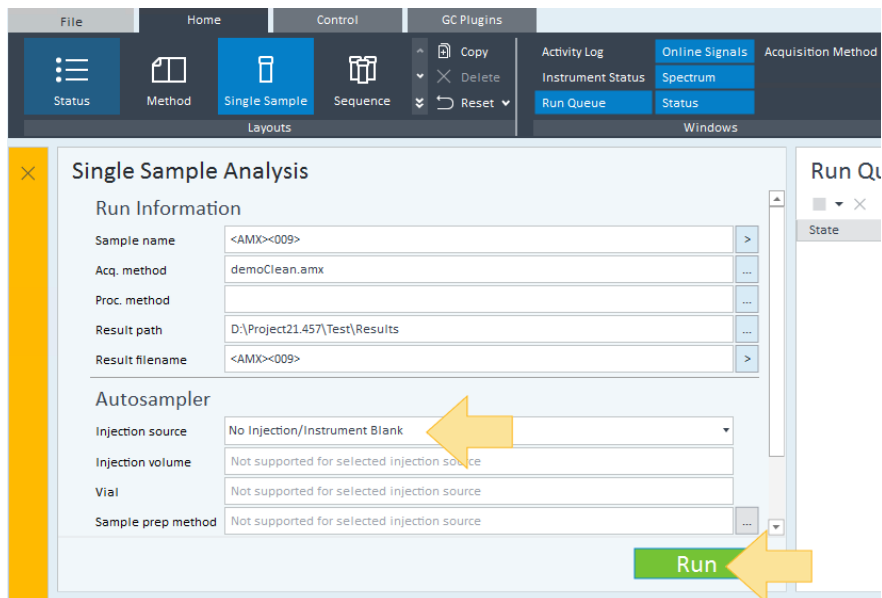

Рис. 30. Окно «Единичная проба»
- 8 В качестве **Источника ввода** выберите **Нет ввода / Холостой сигнал прибора**. Этот режим заставляет и ГХ и МС выполнить установленный метод без ввода пробы. (См. Рис. 30 на стр. 120.)